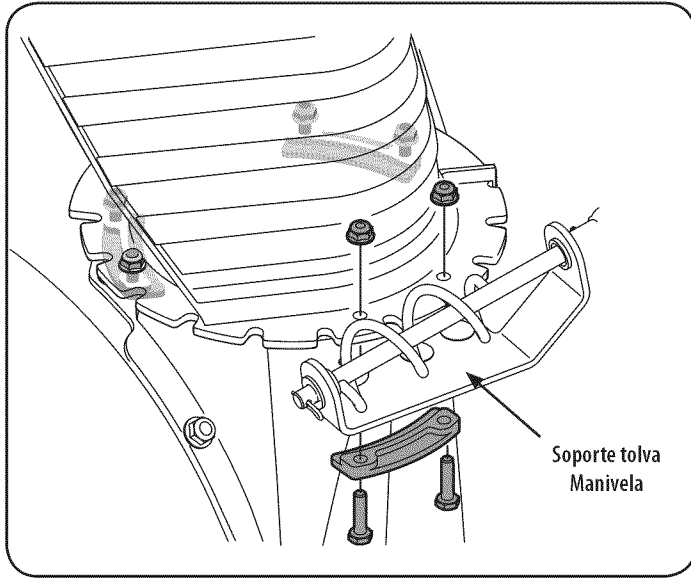

Figura 5
2. Afloje, pero no elimine, la manivela de la tolva soporte con el fin de adjuntar el montaje de la tolva. Ver Figura 5.
4. Seguro brida anterior poseedor eliminado con tuercas y tornillos de bloqueo. Apriete las tuercas asegurando que los otros dos de mantenimiento de la brida. Véase la Figura 5.